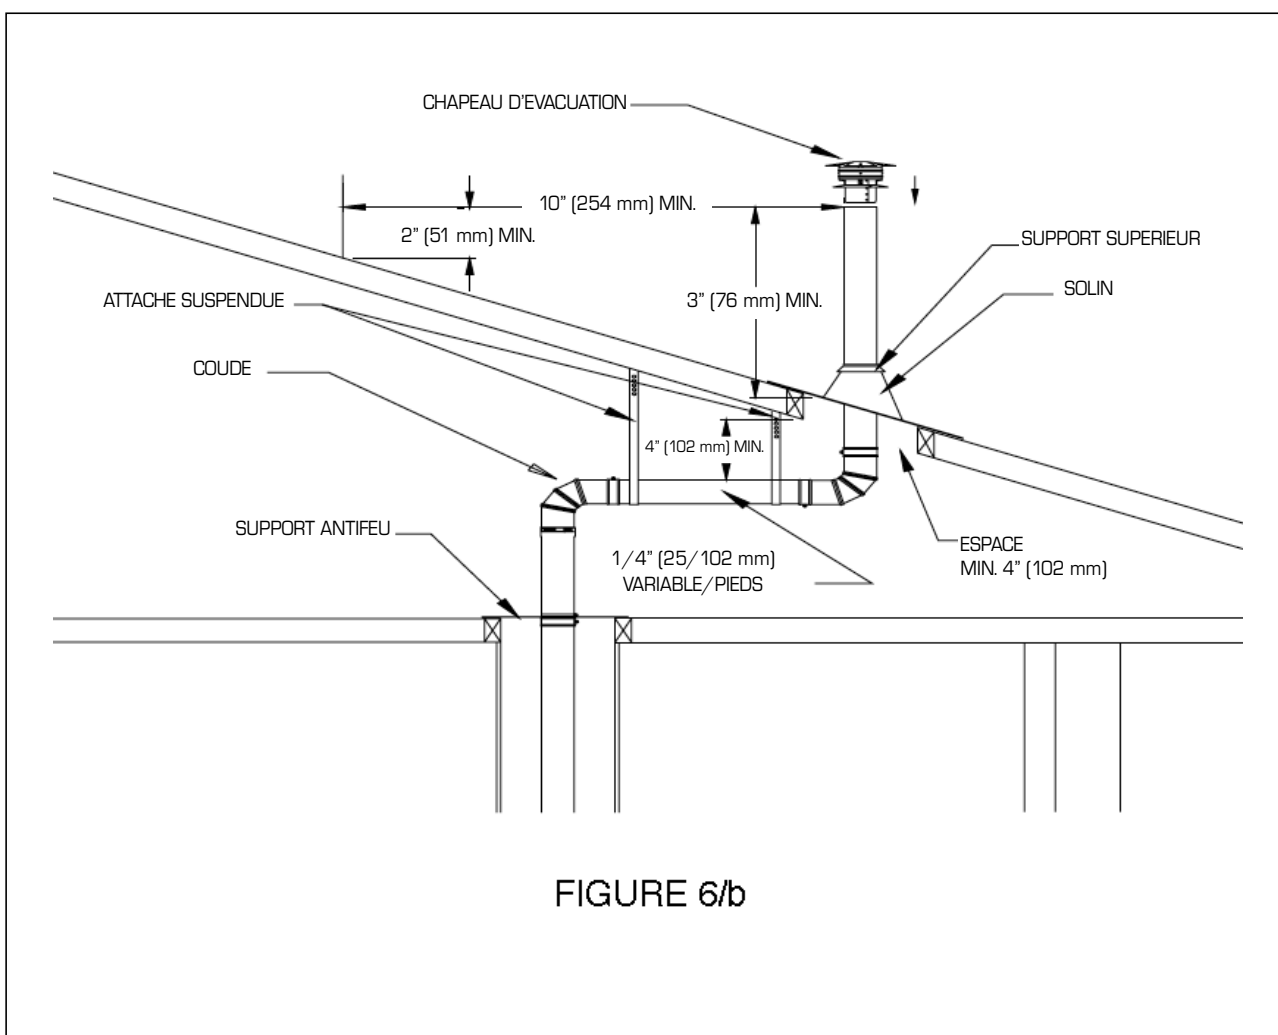

FIGURE 6/b
N.B. S'il n'existe pas de point d'ancrage solide sous le toit Support antifeu) il faut utiliser un hauban Z- d'évacuation au-dessous du toit (voir figure 6/c).